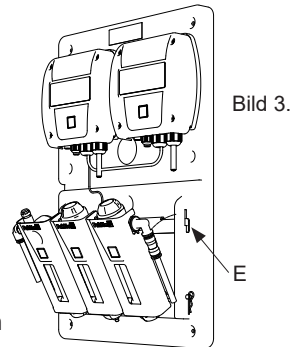

Bild 3.
4. Lösen Sie den Bügel (E), klappen Sie die Module nach vorne, siehe Bild 3.